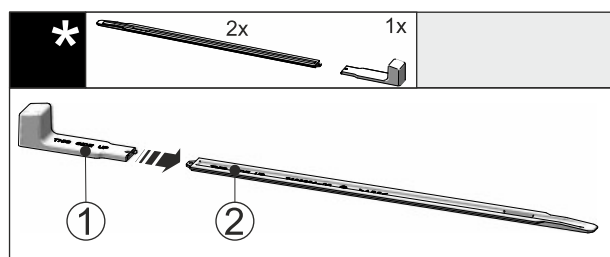

Fig. 49
▶ Montažni ročaj Fig. 49 (1) vstavite v izravnalno vodilo Fig. 49 (2).